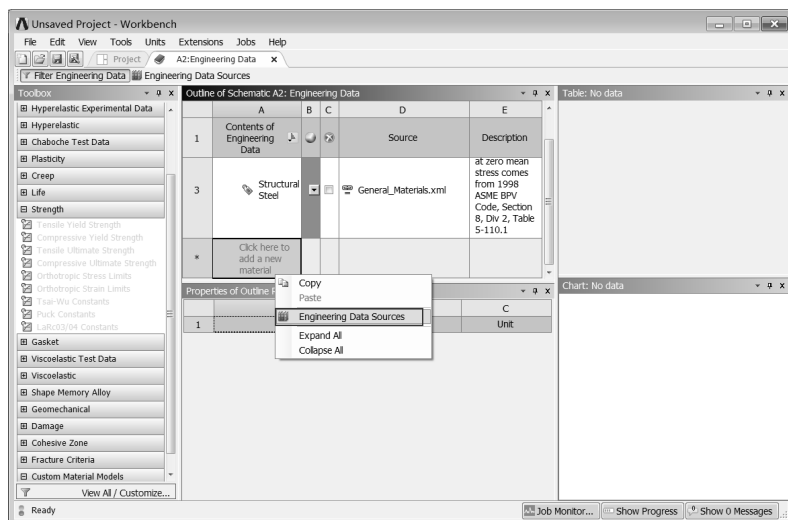

图 5-94 材料参数设置界面
Step2：在界面的空白处右击，在弹出的快捷菜单中选择 Engineering Data Sources(工程数据源)命令，此时的界面会变为如图 5-94 所示的界面。原界面窗口中的 Outline of Schematic A2: Engineering Data 消失，被 Engineering Data Sources 及 Outline of Favorites 取代。